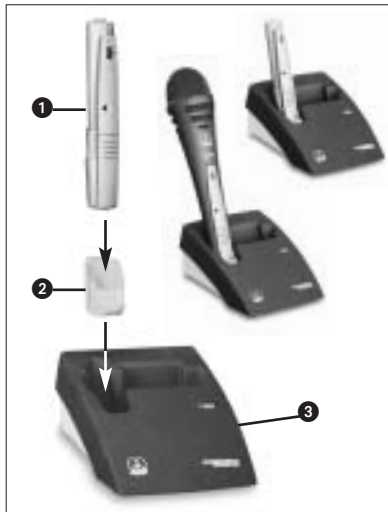

Fig. 3 : Recharge de l'accu à l'aide du chargeur optionnel CU 40
Voir Fig. 3:
Nous recommandons les accus NiMH, type SANYO HR-4U (650 mAh) ou Panasonic Rechargeable PRO+ (550 mAh). Pour recharger l'accu il suffit d'introduire le module émetteur (1) avec l'adaptateur CA 40 (2) dans le chargeur optionnel CU 40 (3) comme indiqué à la Fig. 3. Pour plus de détails, veuillez consulter le mode d'emploi du chargeur CU 40.